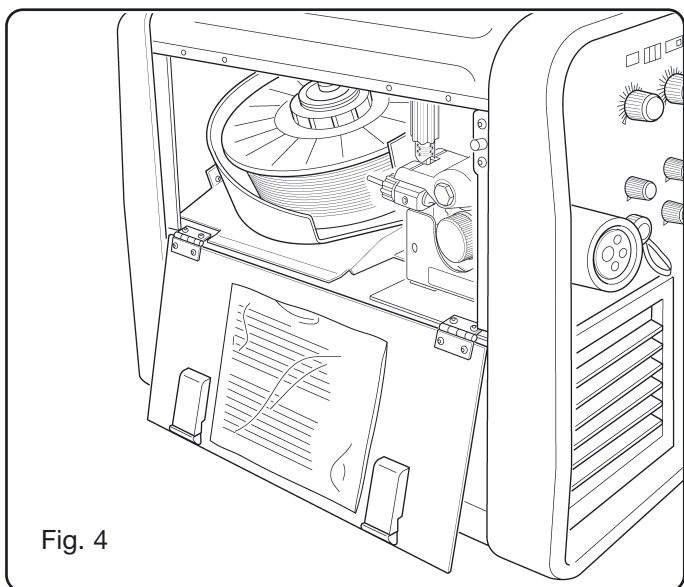

Fig. 4
- För val av program, se förteckning i fickan på den rörliga sidopanelen (fig. 4).